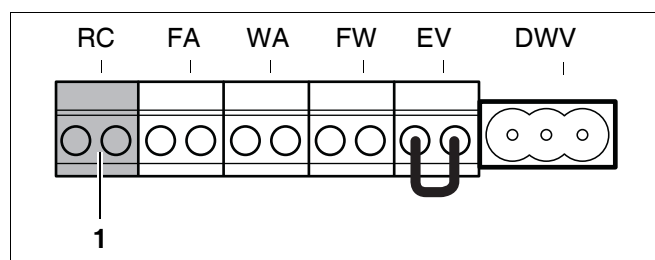

Fig. 31 Klemrække - rumbetjeningsenhed RC og EMS-bus (tilslutningsfarve orange)
- Slut instrumentpanelet Logamatic RC20, RC35 eller kaskadeinstrumentpanelet Logamatic 4121, 4122 til det orange stik RC (fig. 31, pos. 1). Brug hertil et 2-trådet strømkabel på hver 0,4 til 0,75 mm².
- Slut modulerne til EMS-bussen ved ekstern modulmontering på klemme RC (fig. 31, side 27).
- Foretag tilslutning til EMS-bussen på klemme RC (fig. 31, side 27) vornehm.